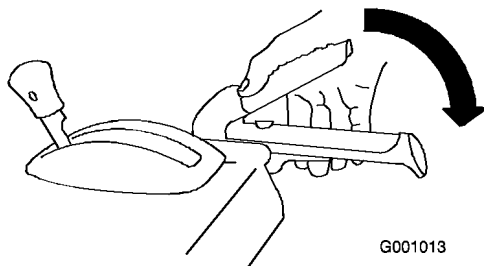

Figura 29
1. Per innestare la trasmissione della coclea/ventola premete la leva destra (coclea/ventola) contro l'impugnatura (Figura 29).